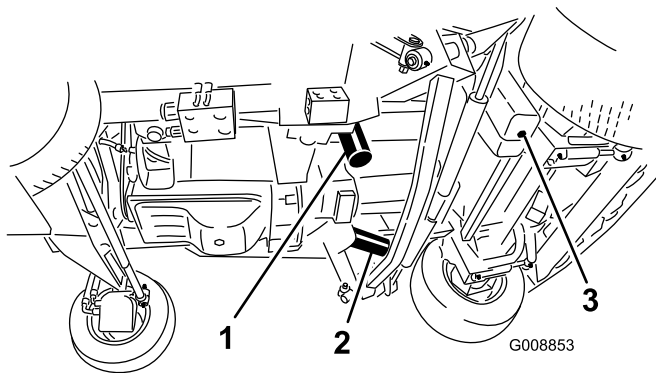

Figure 86
3. Retirez le bouchon de vidange (Figure 86) situé sur le côté du réservoir et laissez l'huile s'écouler dans le bac de vidange. Remettez le bouchon de vidange en place lorsque la vidange est terminée.
4. Nettoyez la surface autour des surfaces de montage des filtres. Placez un bac de vidange sous le filtre et enlevez le filtre (Figure 86).